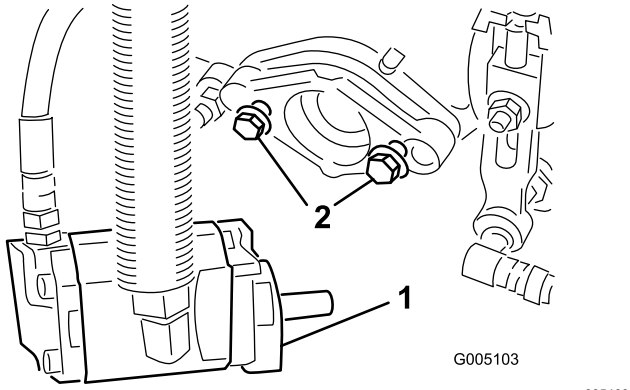

Bild 8
6. Lassen Sie ungefähr 13 mm Gewinde an jedem Befestigungsbolzen des Spindelmotors sichtbar (Bild 8).
9. Ziehen Sie die Befestigungsschrauben fest (Bild 8).